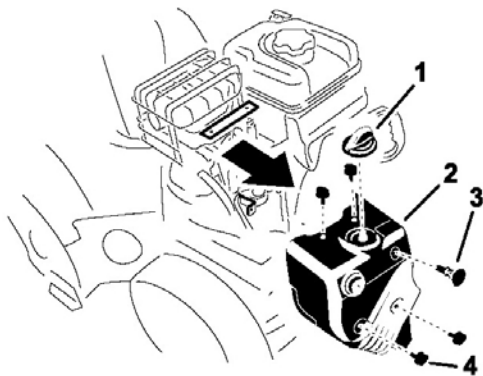

Рисунок 51.
1. Вытащите переключатель воздушной заслонки и ключ зажигания (Рис. 51).
2. Снимите 4 винта, которые крепят снежный кожух к снегоуборщику (Рис. 51).